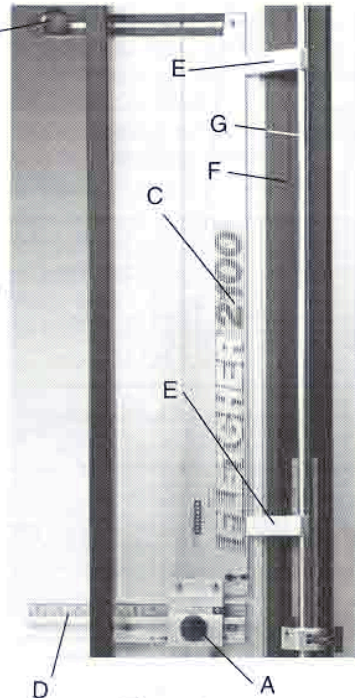

Figure 11
1. Loosen the **LOCKING KNOB (A)** and **UPPER LOCKING KNOB (B)** on the **MAT GUIDE (C)**. Loosen the left-hand and right-hand screws on the **MAT GUIDE SLIDE (D)**. See Figure 11.
2. Place the two **SQUARING FIXTURES (E)** (from the parts bag) on the **CLAMP (F)** and against the **SHAFT (G)** as shown in Figure 11. One should be near the bottom of the **MAT GUIDE** and the other near the top.
1. Dévissez le **BOUTON DE VERROUILLAGE (A)** et le **BOUTON DE VERROUILLAGE SUPERIEUR (B)** se trouvant sur le **GUIDE D'ENCADREMENT (C)**. Desserrez les vis se trouvant de droite et de gauche sur le **GLISSOIR DU GUIDE D'ENCADREMENT (D)**. Consultez la figure 11.
2. Placez les deux **ELEMENTS D'ÉQUARRISSAGE (E)** (se trouvant dans le sachet de pièces détachées) sur la **BRIDE DE FIXATION (F)** et contre l'**ARBRE (G)** tel qu'il est indiqué dans la figure 11. L'un des éléments devrait se trouver près du bas du **GUIDE D'ENCADREMENT** et l'autre près du haut.
1. Afloje la **PERILLA DE CIERRE (A)** Y LA **PERILLA DE CIERRE SUPERIOR (B)** sobre la **GUÍA DEL REBORDE (C)**. Afloje los tornillos de la izquierda y de la derecha sobre el **DESLIZADOR DE LA GUÍA DEL REBORDE (D)**.
2. Coloque los dos **DISPOSITIVOS DE ESCUADRA (E)** (provenientes de la bolsa de partes) sobre la **PLETINA (F)** y contra el **EJE (G)** como se muestra en la Ilustración 11. Uno debiera estar cerca de la parte inferior de la **GUÍA DEL REBORDE**, y el otro cerca de la parte superior.